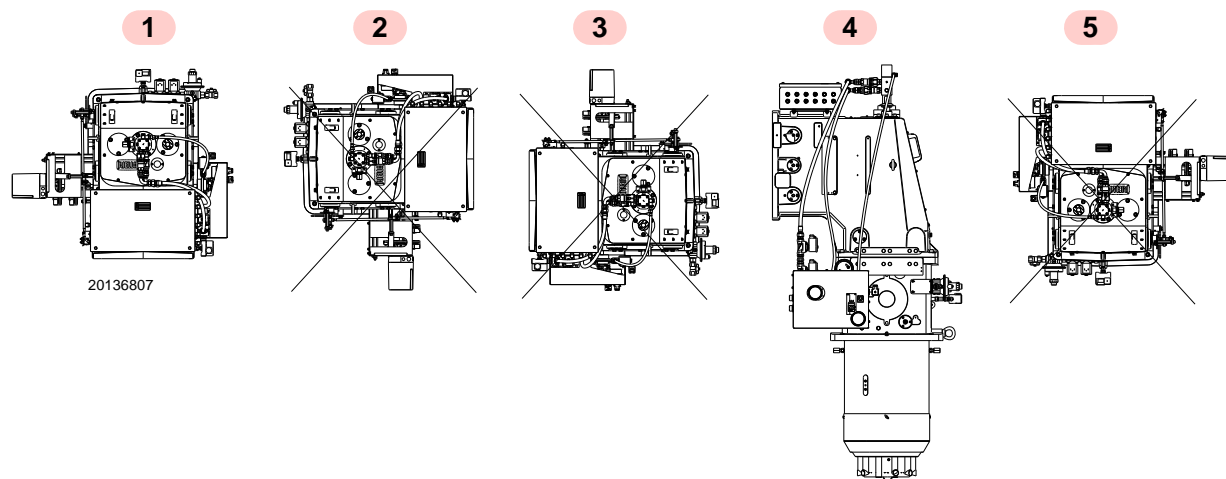

Fig. 11
- Il bruciatore è predisposto esclusivamente per il funzionamento nelle posizioni 1 e 4 (Fig. 11).